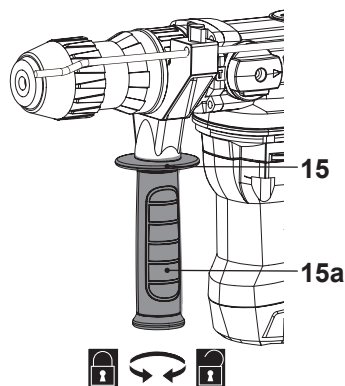

Fig. 3
- > Ajuste o punho auxiliar (15) para a posição de trabalho desejada, para que possa segurar o produto em segurança durante a operação.
- > Rode a pega para a mão (15a) no sentido anti-horário para apertar o grampo (Fig. 3).